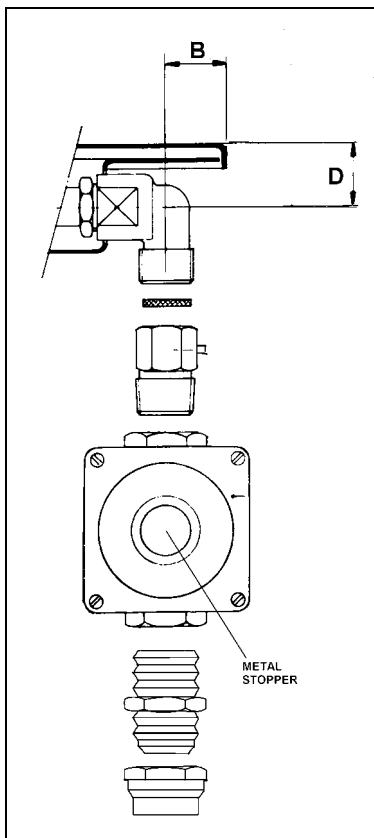

Fig.5A
4. Pour les modèles LPG la ligne de distribution de gaz est connectée au régulateur qui est fourni séparément. Le branchement d'entrée a un filetage mâle de 1/2" B.S.P ( filetage Whitworth pour tuyaux). IL EST ESSENTIEL QUE LE COUDE SUR L'APPAREIL SOIT FERMEMENT RETENU AVEC UNE CLE LORSQU'ON BRANCHE L'ALIMENTATION. NE PAS SERRER. La pression réglée pour LPG est de 11" colonne d'eau. (Voir Fig. 5A).
5. Pour les modèles GN (gaz naturel) la ligne de distribution de gaz est connectée au régulateur qui est fourni séparément. Le branchement d'entrée a un filetage mâle de 1/2" B.S.P. ( filetage Whitworth pour tuyaux). IL EST ESSENTIEL QUE LE COUDE SUR L'APPAREIL SOIT FERMEMENT RETENU AVEC UNE CLE LORSQU'ON BRANCHE L'ALIMENTATION. NE PAS SERRER. La pression réglée pour GN est de 4" colonne d'eau (Voir Fig. 5A).
6. Pour la position d'entrée du gaz de l'appareil, référez-vous à la Fig 5A et 5B. Après avoir installé l'alimentation du gaz et après avoir effectué tous les branchements, contrôlez soigneusement les éventuelles fuites. Tournez tous les boutons de commande de l'unité sur la position 'OFF'. Ouvrez la valve sur l'alimentation du gaz. En utilisant une solution avec du savon et de l'eau contrôlez tous les branchements du gaz, un après l'autre, en frottant la solution sur le raccord. La présence de bulles indiquera une fuite. Serrer le raccordement et recontrôlez les fuites. Au cas où il ne serait pas possible de corriger la fuite, remplacez le raccord. Pour n'importe quelle circonstance utilisez des allumettes ou des flammes pour vérifier les fuites.
Avant d'effectuer n'importe quel travail d'entretien, débranchez l'appareil de l'alimentation gaz et électrique. Pour le Gaz Naturel utilisez le régulateur illustré en Fig. 5A. Pour LP Gaz utilisez celui illustré en Fig. 5A.
- 1) Dévisser à la main le bouchon en plastique supérieur du régulateur (Fig. 5A).